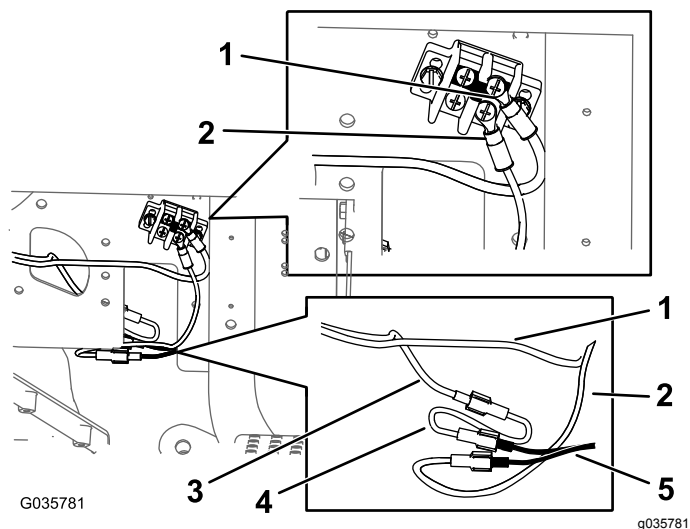

Рисунок 15
C. Подсоедините круглую клемму жгута проводки и жгут проводки переходника заземления к блоку заземления (**Рисунок 15**).
D. Подсоедините жгут проводки переходника электропитания к жгуту проводки (**Рисунок 15**).